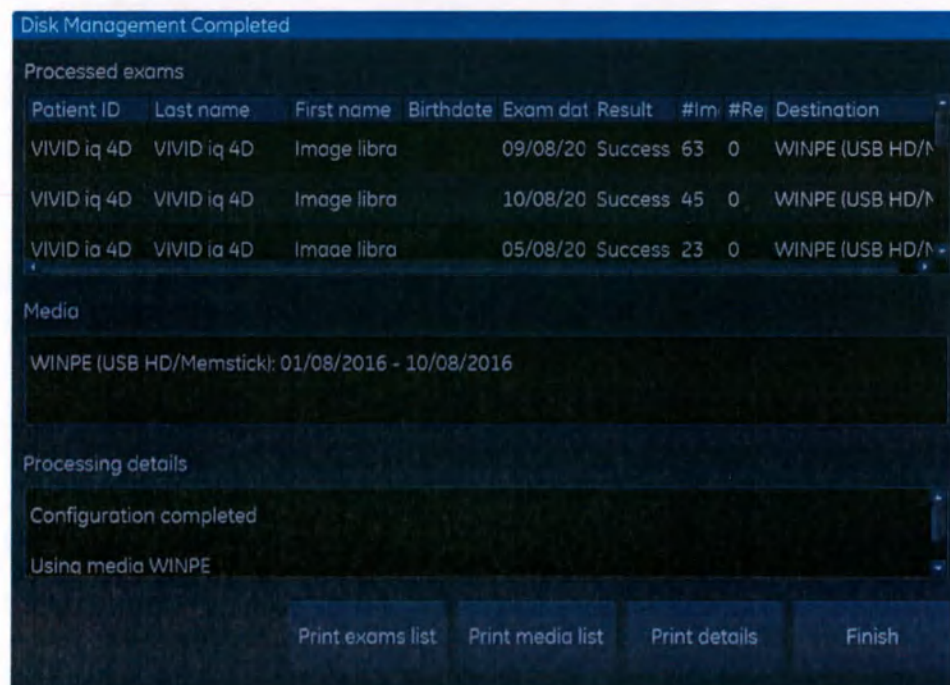

Рис. 10-61. Окно завершения управления диском
5. После завершения копирования всех файлов открывается окно *Disk management completed* (Управление диском завершено) (Рис. 10-61), в котором отображается список обработанных исследований, использованные носители и подробный журнал.